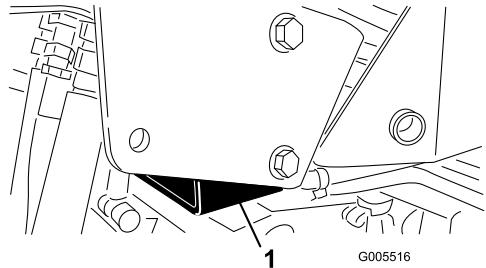

Figura 35
- Lado direito, debaixo do tapete do macaco e próximo do suporte de apoio do ROPS (Figura 35)